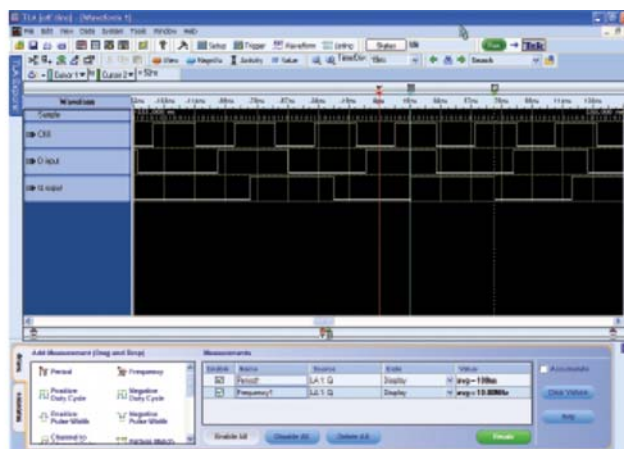

图 23. 采样率与分辨率的关系。
- 由于显示画面的 Y 轴表明时间，因此 Cursor 2 和 Cursor 1 之间的差值即时间测量。显示画面“Delta Time”读数中出现结果 52 ns。测量分辨率取决于采样率，在图 23 中，采样率是 2 ns，如 Sample 追踪上的记号所示。注意“Delta Time”测量分辨率不能大于采样率。